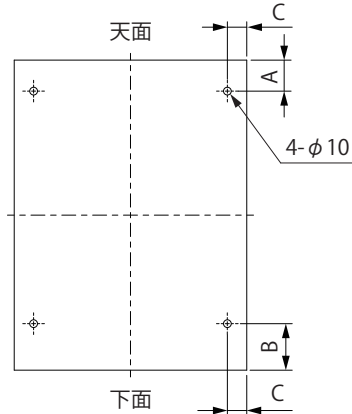

図1
1. キャビネット背面に下図のピッチにφ10mmのドリルにて穴加工をしてください。(図1)